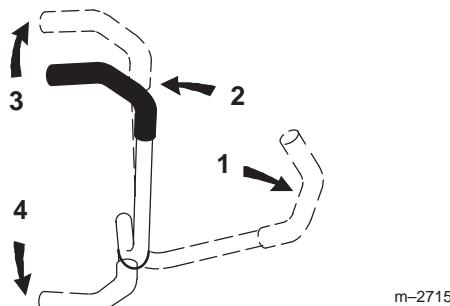

Bild 24
3. Schieben Sie, um vorwärts zu fahren, die Fahrschalthebel langsam nach vorne (Bild 24).
Üben Sie, um geradeaus zu fahren, einen gleichen Druck auf beide Fahrschalthebel aus (Bild 24).
Lassen Sie zum Wenden den Druck auf den Fahrschalthebel nach, in dessen Richtung Sie wenden möchten (Bild 24).
2. Ziehen Sie, um rückwärts zu fahren, die Fahrschalthebel langsam zurück (Bild 24).